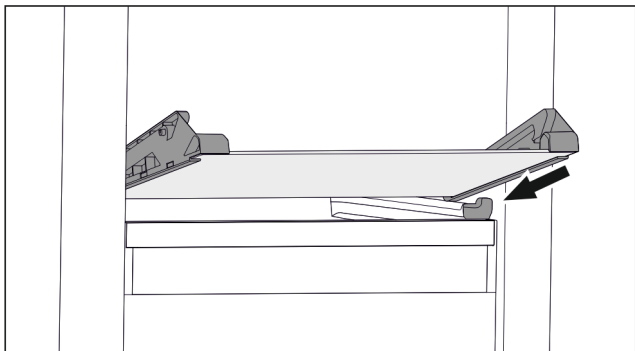

Fig. 132 Glashylla för tippbar utdragslåda
- ▶ Sätt på glashylla i vinkel bakom stopplackarna. (se Fig. 132)